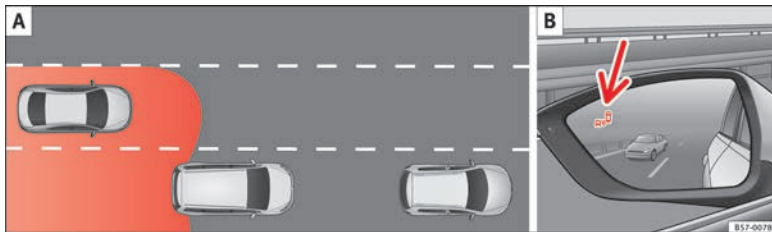

Abb. 204 Schematische Darstellung: **A** Überholvorgang mit Verkehr im hinteren Bereich. **B** Anzeige des Blind-Spot-Assistenten im Außenspiegel links.
In nachfolgenden Situation wird die Anzeige im Außenspiegel »» **Abb. 204 B** (Pfeil) oder »» **Abb. 205 B** (Pfeil) dargestellt:
- Bei einer Überholung durch ein anderes Fahrzeug »» **Abb. 204 A**.